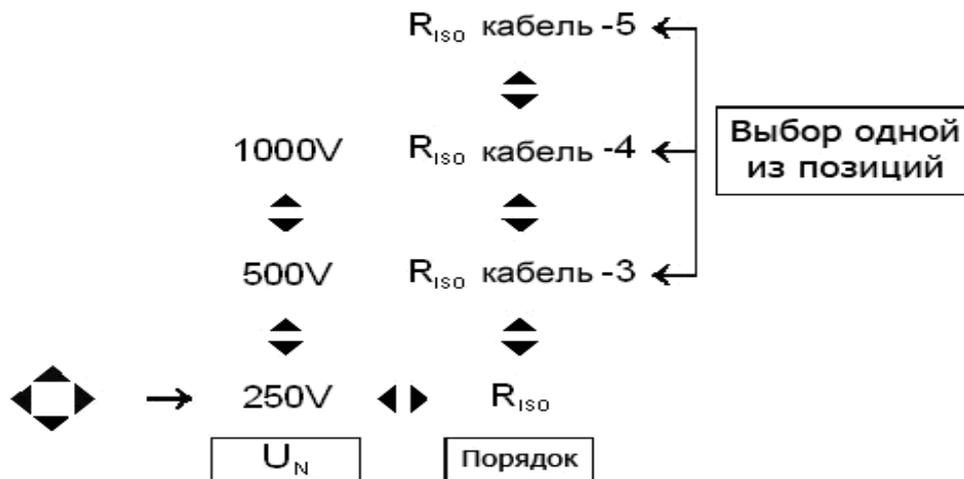

Рис.29. Установка измерительного напряжения и режима для измерения сопротивления изоляции многожильных кабелей
- установить напряжения измерения  $U_N$  и режим измерения  $R_{ISO}$  (видим на линейке функции параметров) согласно алгоритму, показанному на Рис.29, появится поле просмотра составных результата измерения (Рис.31);